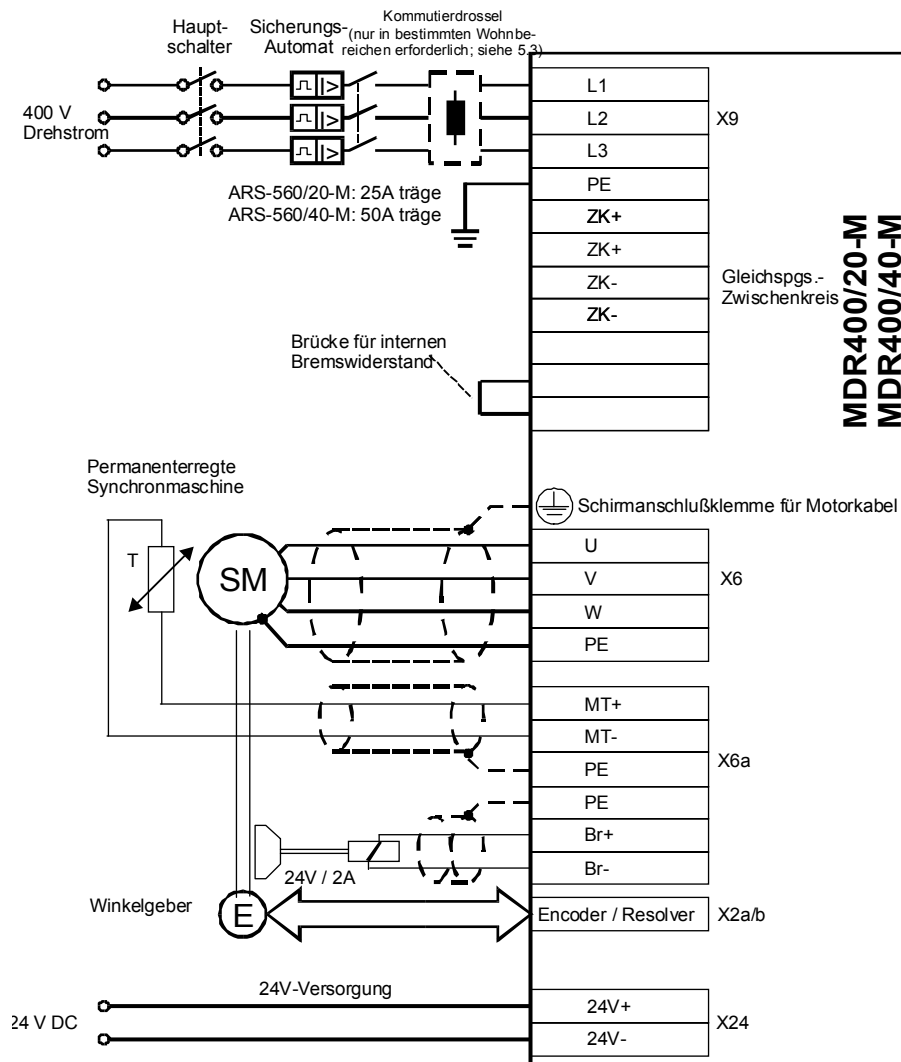

Bild 4.8: Anschluß an die Versorgungsspannung und den Motor
Der Anschluß des MDR an die Versorgungsspannung und den Motor erfolgt gemäß Bild 4.8.
- Es ist dennoch nicht ausgeschlossen, daß in bestimmten Wohnbereichsumgebungen zur Reduzierung der Netzoberwellen eine Kommutierdrossel erforderlich ist (siehe auch Bild. 4.8).